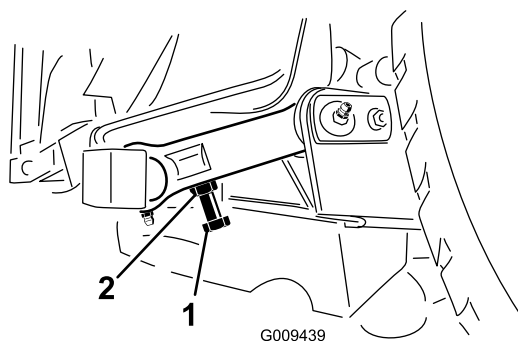

Figure 26
3. Pour ajuster la distance, trouvez le boulon sur la bielle de pivot arrière du plateau de coupe (Figure 26). Desserrez l'écrou de blocage sur le boulon de réglage. Desserrez ou serrez les boulons de réglage